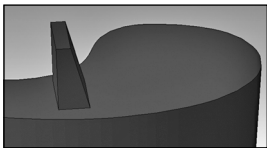

Рис. 12.11. Команда - «Уклон»
- **Уклон** — производит построение уклона на одной грани под заданным углом относительно другой грани (рис. 12.11);